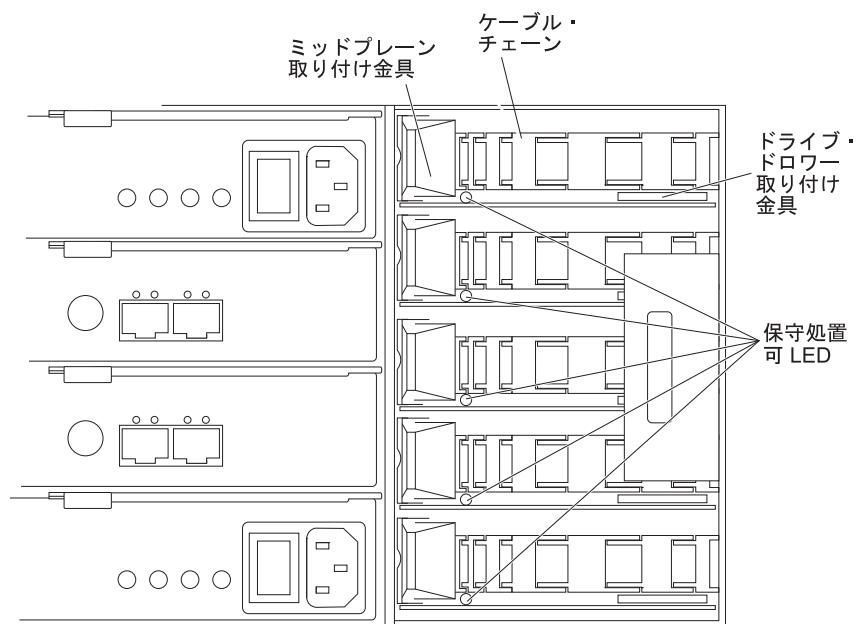

図 87. 右のファン・アセンブリーを取り外したストレージ拡張エンクロージャーの背面図
- a. ドライブ・エンクロージャーの背面で、右のファン・アセンブリーを取り外します。ファン・アセンブリーを取り外すステップについては、158 ページの『ファン・アセンブリーの交換』を参照してください。図 87 に、ファン・アセンブリーを取り外した状態のそのエリアの様子を示します。